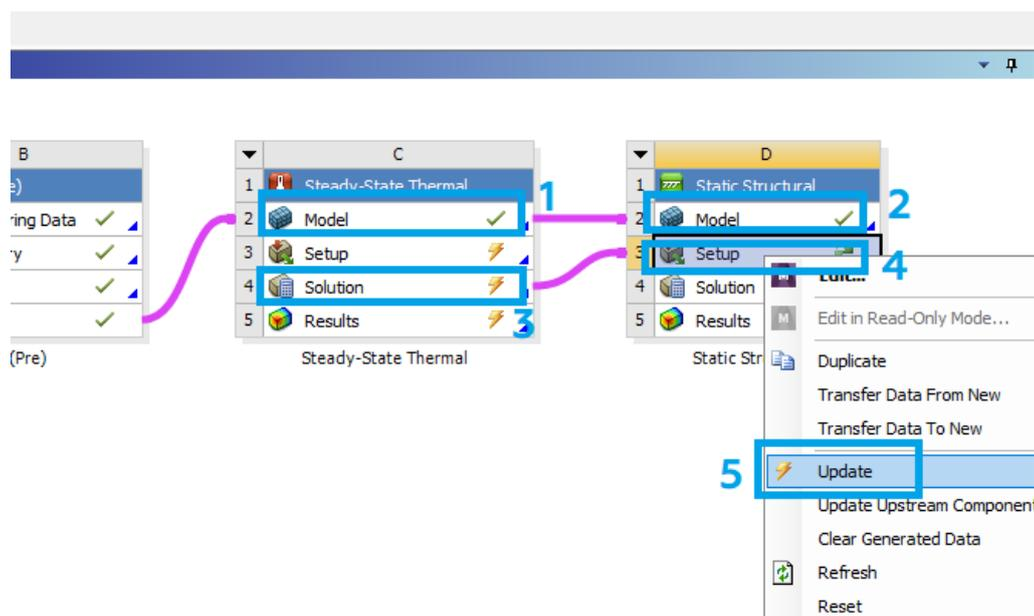

Рис. 33. Импорт данных в Static Structural
16. Далее импортируем данные из модуля *Steady-State Thermal* в *Static Structural* (рис. 33):
- импортируем геометрию из блока *Model (Steady-State Thermal)* (1) в блок *Model* следующего модуля (*Static Structural*) (2);
- импортируем температурное поле из *Steady-State Thermal* (3) в граничные условия модуля *Static Structural* (4).